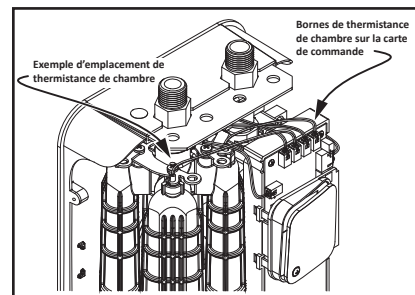

Figure 25 - Emplacement de la thermistance de chambre.
Une fois le capot avant enlevé, prendre le temps de noter ou photographier la façon dont la thermistance de chambre est installée et dans quel connecteur de la carte de commande le faisceau de câblage est branché. Voir Figure 25.
**3** Brancher correctement le connecteur de câble de la ou des thermistances de chambre sur la carte de commande. Veiller à bien brancher les faisceaux de câblage des thermistances de chambre dans les bons connecteurs de la carte de commande. Voir Figures 25 et 26.